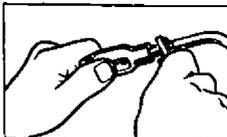

Рис. 106 Регулировка длиной тяги стояночного тормоза
3. Вращая регулировочную вилку (рис. 106), выбрать все зазоры в приводе с тем, чтобы рычаг привода касался корпуса шариков разжимного механизма стояночного тормоза.